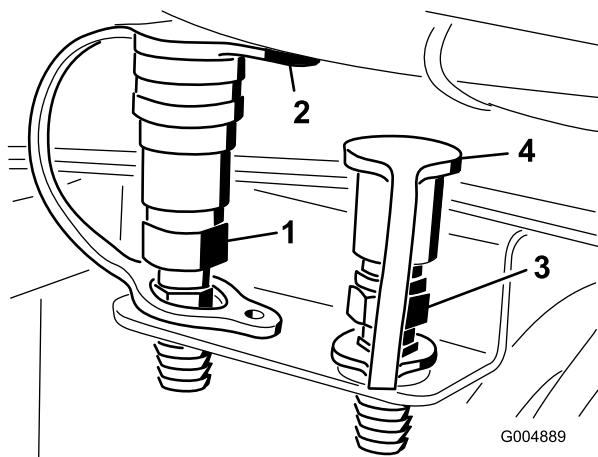

Figure 16
10. Placez un bouchon protecteur sur le raccord rapide et insérez l'extrémité cannelée du raccord rapide dans le trou extérieur (gauche) du support de tablier (Figure 16).
11. Placez un bouchon protecteur sur le mamelon et insérez l'extrémité cannelée du mamelon dans le trou intérieur du support de tablier (Figure 16).